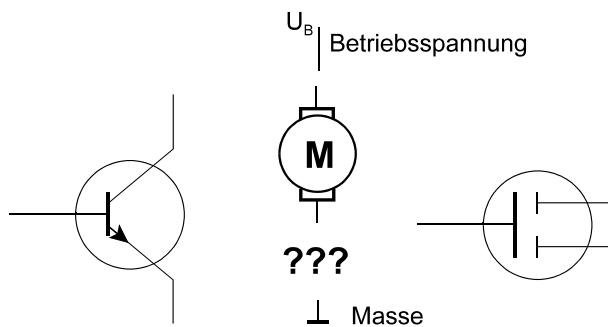

Abb. 17 Ansteuerung eines Gleichstrommotors
40. Ein Gleichstrommotor ist anzusteuern (Abb. 17). Betriebsspannung: 12 V. Als Leistungsbaulement kann ein Bipolartransistor oder ein FET eingesetzt werden.